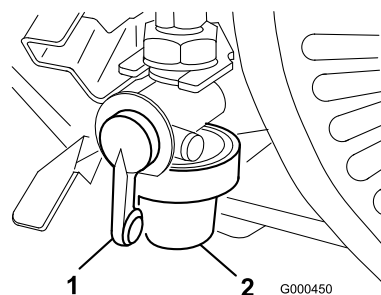

Figura 32
1. Chiudete la valvola d'intercettazione del carburante e svitare il pozzetto dal corpo del filtro (Figura 32).